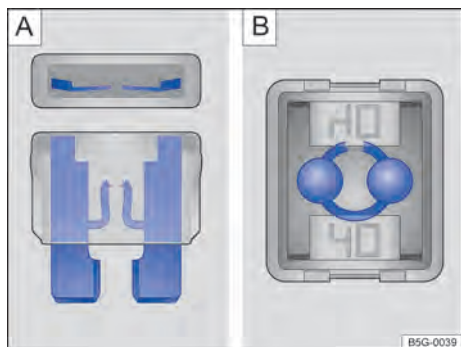

Fig. 148
- Um *fusível plano* (ATO®, MINI®) queimado é reconhecido de cima ou de lado pela carcaça transparente nas faixas metálicas derretidas → Fig. 148 [A].
- Um *fusível de bloqueio* (JCASE®) queimado é reconhecido pelas faixas metálicas derretidas por cima da carcaça transparente → Fig. 148 [B].